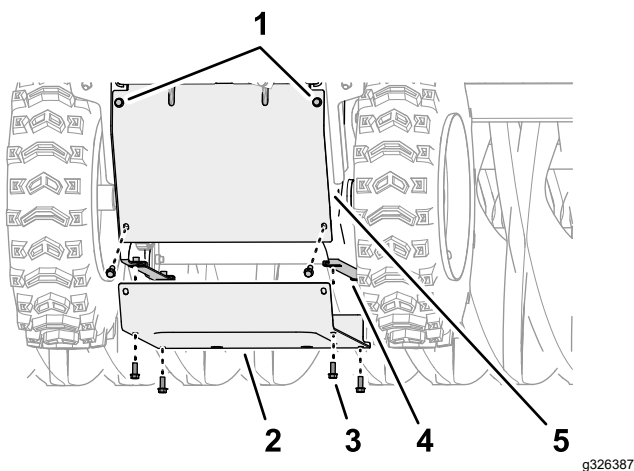

Figura 47
5. En la parte trasera de la máquina, afloje los 2 tornillos con arandela prensada superiores ($\frac{1}{4}$ " x $\frac{5}{8}$ ") que sujetan la cubierta trasera a la máquina (Figura 47).
6. Retire los 6 tornillos con arandela presada ($\frac{1}{4}$ " x $\frac{5}{8}$ ") que sujetan la cubierta inferior a la máquina, y retire la cubierta (Figura 47).